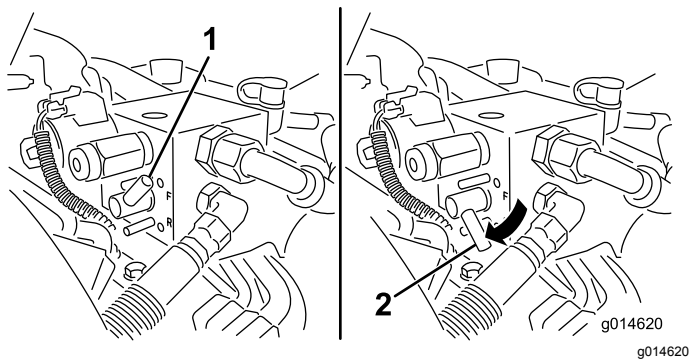

Figure 52
- Tournez le levier de rodage à la position de rotation ARRIÈRE (R) (Figure 52).